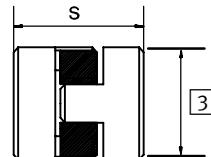

Fig. 15
2. Mettre en place le disque de centrage (B) dans le lamage central (A). (uniquement sur DGE-...-ZR)
3. Monter les éléments de transmission : moyeu d'accouplement (D), flecteur denté (E) et moyeu d'accouplement (F) en respectant la cote s (uniquement sur DGE-25/40/63-KF ; voir fig. 15 et 16).